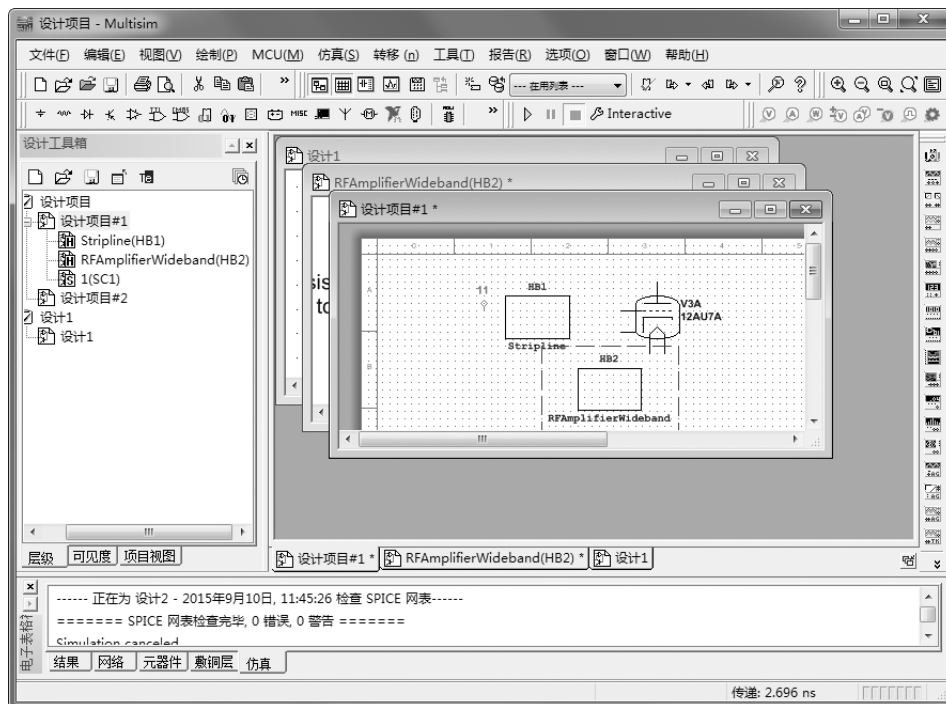

图 1-56 层叠窗口
4) 层叠窗口。选择菜单栏中的“窗口”→“层叠”命令，即可将当前所有打开的窗口层叠显示，如图 1-56 所示。